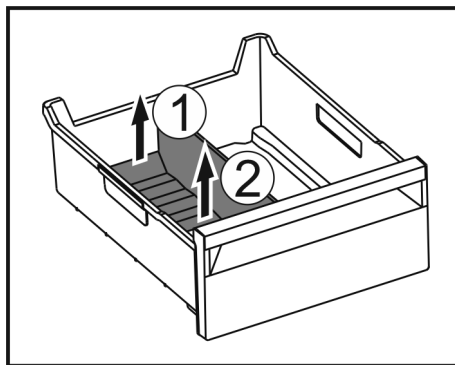

Fig. 178
- ▶ Повдигнете задната част на разделителя на отделението за лед. Fig. 178 (1)
- ▶ Извадете разделителя на отделението за лед нагоре. Fig. 178 (2)